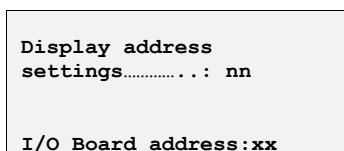

Рис. 11
Адрес терминала можно настроить только после его подключения к источнику питания с помощью телефонного разъема RJ11. Для входа в режим настройки нажмите и удерживайте одновременно клавиши **ВВЕРХ**, **ВВОД** и **ВНИЗ** в течение по крайней мере 5 секунд (эти клавиши имеются на всех модификациях терминалов). При этом появится экран, показанный на рис. 11, с мигающим курсором в верхнем левом углу.
- Нажимайте клавишу **ВВОД**, пока курсор не окажется в поле XX (I/O board address) – рис. 11.